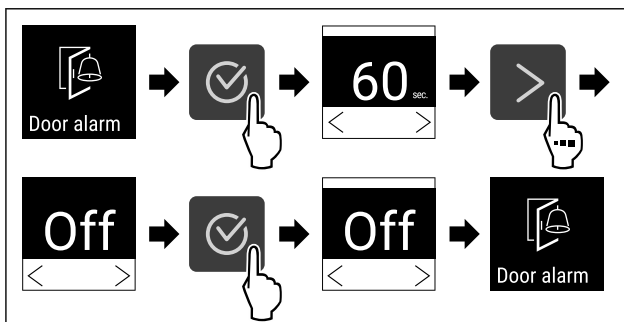

Fig. 97
- ▶ Suorita toimenpidevaiheet (katso Fig. 97) .